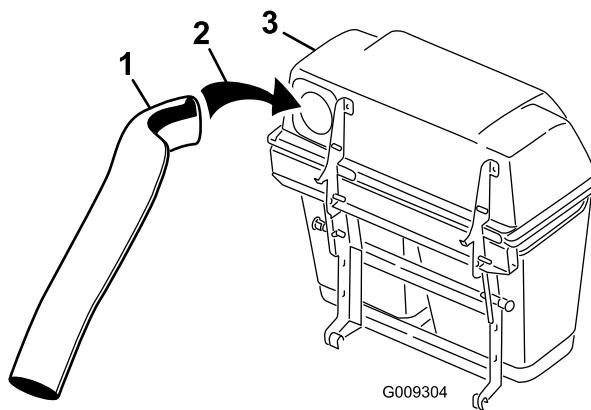

Figura 22
5. Instale o tubo superior na abertura do depósito de recolha de relva e puxe-o para trás de forma a que o vedante de borracha saia de (Figura 22 ou Figura 23).